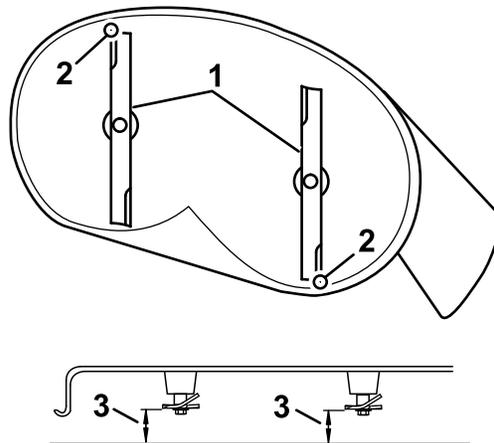

Рисунок 64
4. Осторожно поверните ножи так, чтобы они были расположены в продольном направлении (Рисунок 64).
5. Измерьте расстояние от конца переднего ножа до плоской поверхности и от конца заднего ножа до плоской поверхности (Рисунок 64).